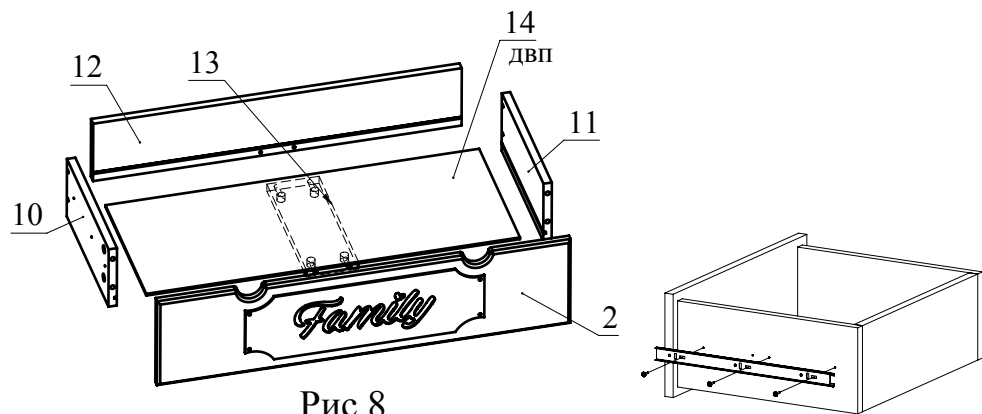

Рис.8
7. Соберите ящик. Для этого соедините деталь 12 с деталями 10 и 11 с помощью конфирматов. Установите деталь 13 на деталь 12 и затяните головки минификсов. Затем вставьте дно ящика 14 из ДВП в пазы деталей 10, 11, 12. Соедините деталь 2 с деталями 10, 11, 13 и затяните головки минификсов (Рис.8).